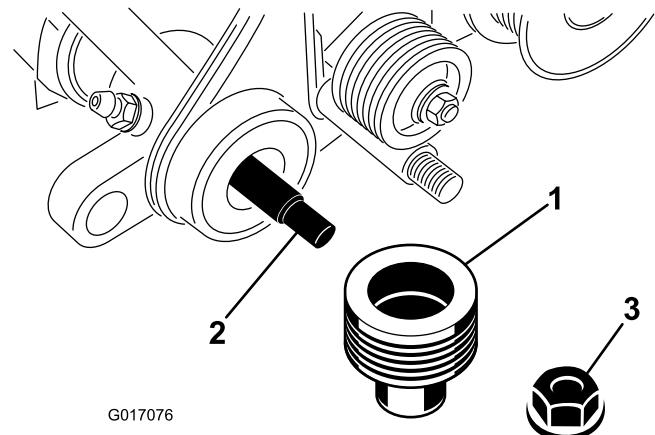

図 31
6. 受動プーリをグルーマシャフトの端部に固定しているフランジロックナットを外す図 31。プーリを取り外す。